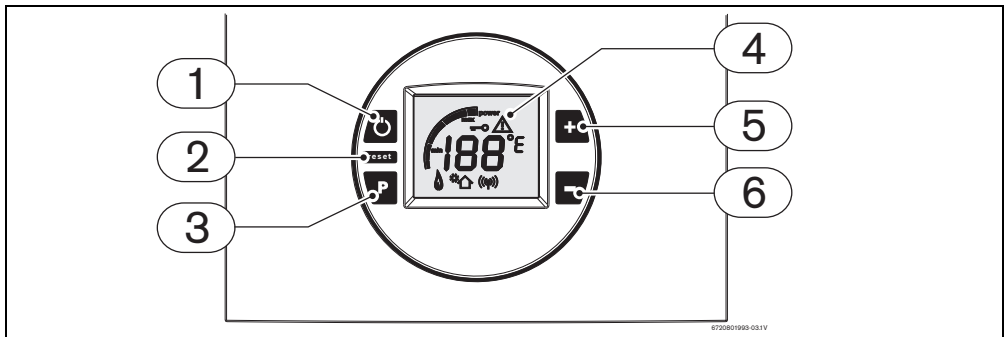

Fig. 4
Premere l'interruttore principale (Fig. 4 , pos. 1) in posizione di funzionamento (vedere anche capitolo 4.3), in questo modo l'apparecchio è pronto a funzionare.
Disattivare lo scaldabagno, Fig. 4, pos. 1 (OFF).
- ▶ Premere e mantenere premuto il tasto "P" di programmazione (Fig. 4, pos. 3), premere l'interruttore principale, Fig. 4, pos. 1 (ON).
- ▶ Premere l'interruttore principale, fig. 4, pos. 1 (OFF). Il telecomando è stato attivato.